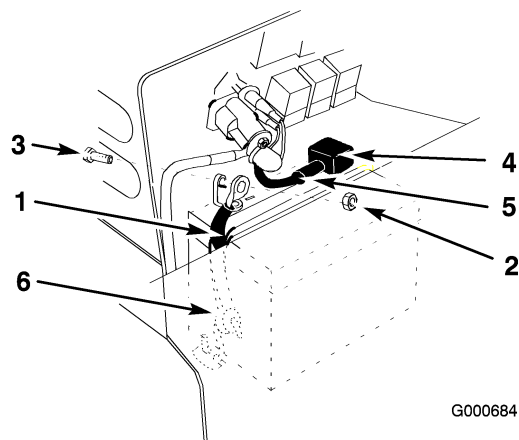

Figura 44
5. Staccate il cavo negativo (nero) di terra dal polo della batteria (Figura 44).
6. Sollevate il cappuccio rosso dal cavo positivo. Staccate il cavo positivo (cappuccio rosso) dal polo della batteria (Figura 44).
7. Togliete la cinghia di tenuta della batteria (Figura 44). Togliete la batteria dal trattore.
2. Fissate la batteria con la cinghia di tenuta (Figura 44).
3. Utilizzando il bullone ed il dado ad alette, collegate il cavo positivo (cappuccio rosso) al polo positivo (+) della batteria (Figura 44). Infilate il cappuccio di gomma sul polo della batteria.
4. Utilizzando il bullone ed il dado ad alette, collegate il cavo negativo (nero) al polo negativo (-) della batteria (Figura 44).